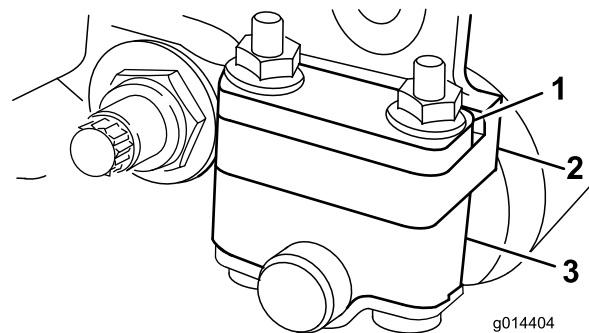
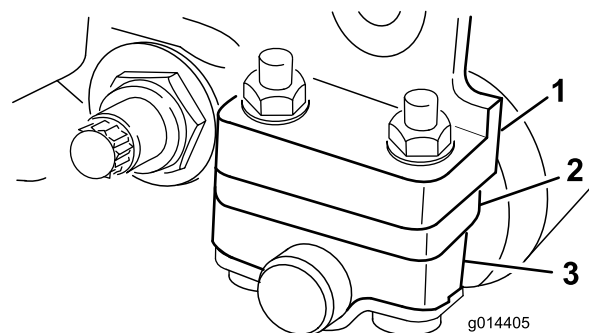

Figura 12
Figura 13
- Collocate il distanziale sotto la flangia di montaggio della piastra laterale se l'altezza di taglio è compresa tra 3 mm e 25 mm, come illustrato nella Figura 13.
In base all'altezza di taglio desiderata occorrerà regolare le staffe del rullo posteriore (Figura 12 o Figura 13) nella posizione bassa o alta:
- Collocate il distanziale sopra la flangia di montaggio della piastra laterale (impostazione di fabbrica) se l'altezza di taglio è compresa tra 1,5 mm e 6 mm, come illustrato nella Figura 12.
2. Rimuovete i (2) dadi che fissano ogni staffa del rullo e ogni distanziale a ciascuna flangia di montaggio della piastra laterale.
4. Posizionate i distanziali sui bulloni sopra o sotto le staffe del rullo, come opportuno (Figura 12 o Figura 13).